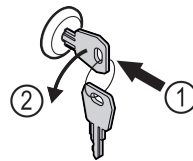

Fig. 179
- ▶ Įspauskite raktą. Fig. 179 (1)
- ▶ Pasukite raktą 90° prieš laikrodžio rodyklę. Fig. 179 (2)